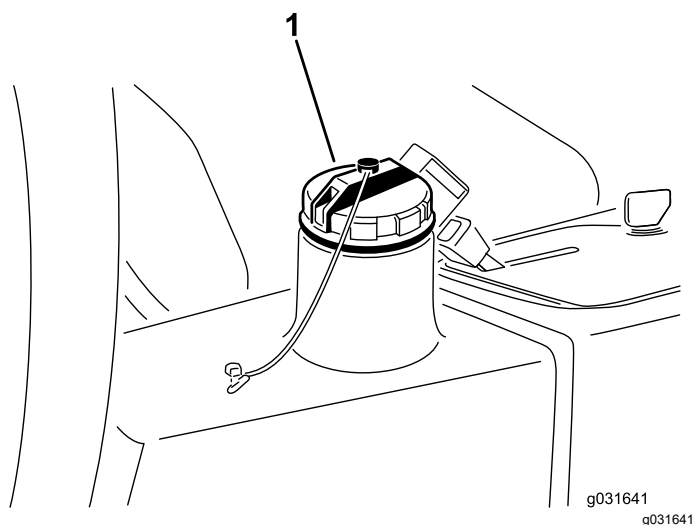

Figure 61
2. Nettoyez la surface autour du goulot de remplissage et du bouchon du réservoir hydraulique. (Figure 61)
3. Retirez le bouchon du réservoir hydraulique (Figure 61).